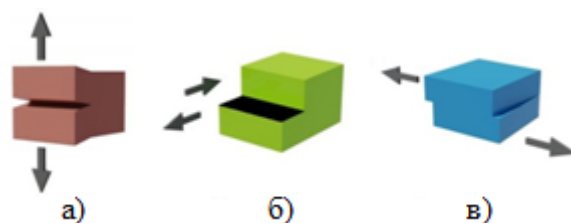

Рисунок 14.1 – Типы трещин. а) трещина отрыва, б) трещина поперечного сдвига, в) трещина продольного сдвига
4.2) GI, GII, GIII. Вычисление интенсивности выделения энергий для трех типов трещин (рисунок 14.1).
4.3) KI, KII, KIII. Вычисление коэффициентов интенсивности напряжений для трех типов трещин (рисунок 14.1) для случая ПДС.